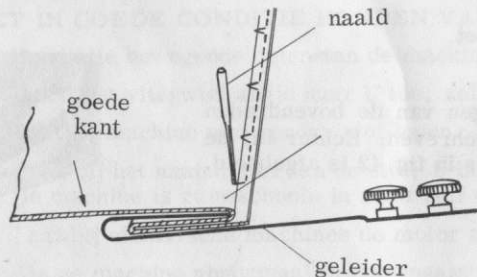

Fig. 38
4. Vouw de stof zoals is afgebeeld in fig.38. (Denk aan de goede kant van de stof.)